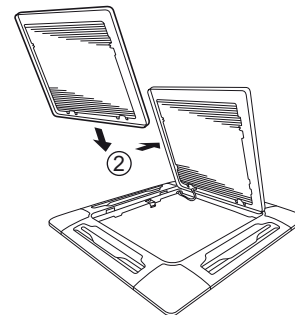

Рис. 7-5
- c) Открыв решетку входа воздуха, извлеките петлю решетки из потолочной панели, сдвинув ее в направлении, показанном стрелкой ②. (Рис. 7-5)